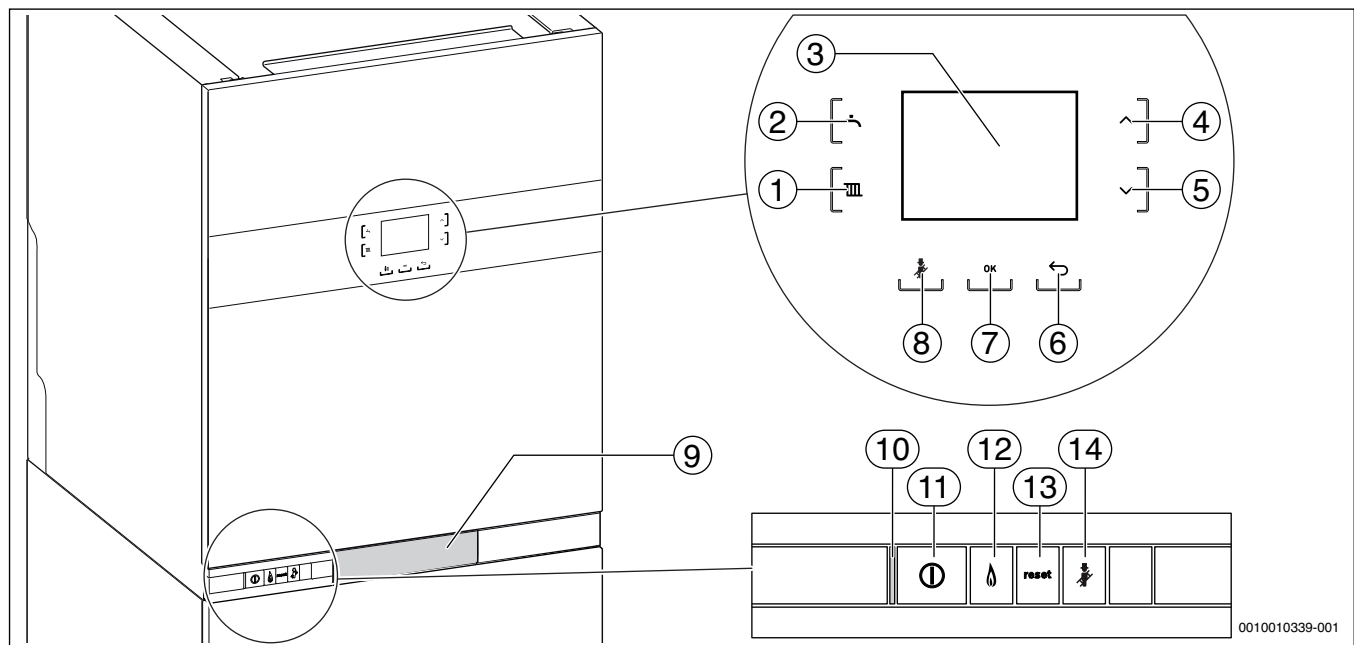

Fig. 1 Panoramica del pannello di comando
Queste istruzioni per l'uso descrivono le modalità di utilizzo della caldaia a gas a condensazione. A seconda del termoregolatore utilizzato (installato nell'apparecchio → fig. 1, o montato esternamente) il comando di alcune funzioni può divergere dalla presente descrizione. Attenersi pertanto anche alle istruzioni per l'uso del termoregolatore.
- ▶ Accendere l'apparecchio con il tasto ① (→ fig. 1).
- ▶ Spegner l'apparecchio con il tasto ① (→ fig. 1).